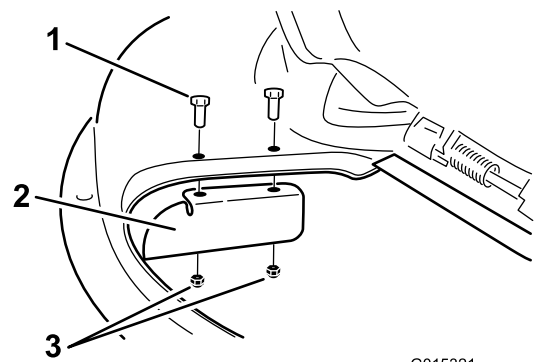

Bild 28
9. Befestigen Sie das Versatzablenkblech am Mähwerk (Bild 28).
3. Entfernen Sie das Versatzablenkblech vom Mähwerk (Bild 28).